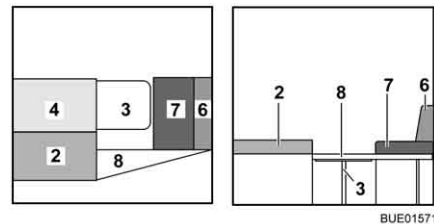

Fig. 154 Durante la trasformazione
- Posizionare il cuscino dello schienale (Fig. 154,4) accanto al cuscino del divano (Fig. 154,2).
- Aprire i puntelli dell'allargamento letto (Fig. 154,8) e agganciare l'allargamento letto negli attacchi sulle cassapanche.